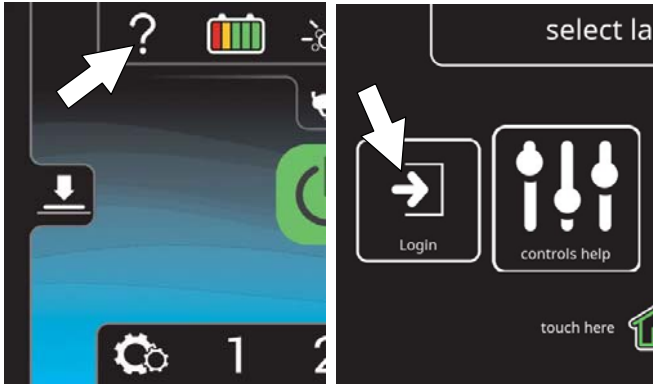

ABB. 164
2. Drücken Sie die Hilfe-Taste und melden Sie sich im Supervisor-Modus an der Maschine an (Abbildung 164). *Siehe Zugriff auf den Supervisor-Modus.*